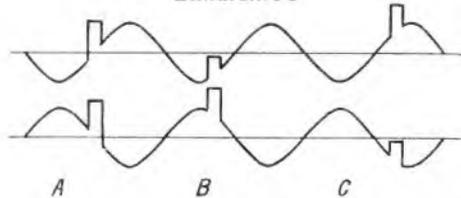

Bild 12. Wirkungsweise der Schaltung nach Bild 11; zwei um 180° phasenverschobene Sinusspannungen werden mit dem Synchronisierimpuls verglichen
Mittels des Übertragers T werden die um 180° verschobenen Sinusspannungen erzeugt, an die Dioden gelegt und der Mitte des Übertragers T der Synchronisierimpuls zugeleitet. Der Punkt A erhält eine negative Vorspannung, die den richtigen Arbeitspunkt für die Phasenschlepperröhre 2 einstellt. Am Punkt B wird die Regelspannung abgenommen. Diese ist gleich Null, wenn der Impuls nach Bild 12 bei A auf der Flankenmitte der Sinusspannung steht. Die gleichgerichteten Teilspannungen der Dioden heben sich dann auf.
Wandern die Synchronisierzeichen in Bild 12 von der Mitte zur linken Seite (B), so entsteht eine positive Regelspannung, während Impulse, die nach rechts wandern, eine negative Regelspannung erzeugen (C). Wenn die Frequenz der Synchronisierzeichen kleiner ist als die des Resonanzkreises, so erscheint eine positive Spannung am Gitter der Phasenschlepperröhre. Sie steuert die Frequenz des Schwingkreises zu kleineren Werten; dadurch werden der Frequenzunterschied und die Regelspannung geringer, bis es zu einem Gleichgewichtszustand kommt. Umgekehrt tritt auch eine Regelung ein, wenn die Oszillatorfrequenz sich verändert.